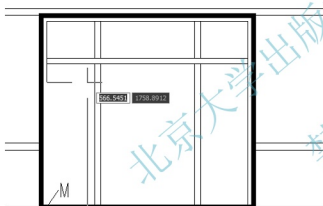

图 4.30 指定矩形第一个角点
(1) 单击【绘图】工具栏上的【矩形】图标, 启动【矩形】命令。
① 在指定第一个角点或[倒角(C)/标高(E)/圆角(F)/厚度(T)/宽度(W)]: 提示下, 捕捉如图 4.30 所示的 M 点, 把矩形的第一个角点绘制在 M 点处。